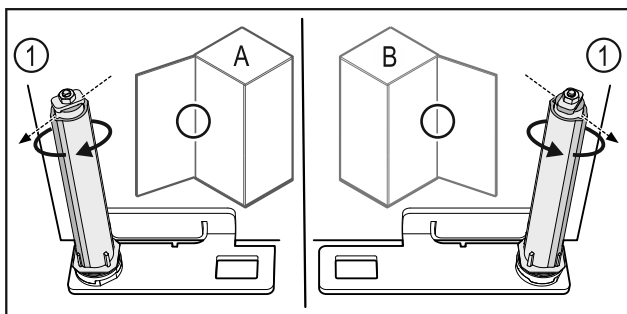

Fig. 61 Bal oldali ütköző (A) / Jobb oldali ütköző (B)
- Forgassa el a zárrendszert az ellenállással szemben, amíg a zárrendszer Fig. 61 (1) támasztója kifelé nem mutat.